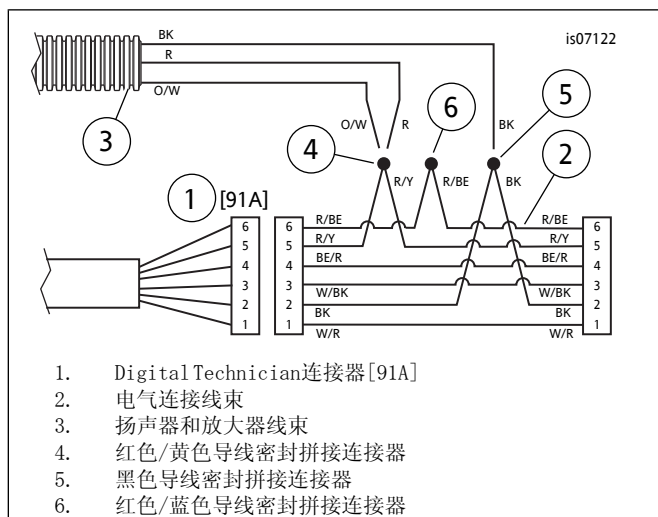

图4。布线图：扬声器/放大器线束至电气连接线束
- 参见图4。在座椅下方找到Digital Technician连接器[91A]（项目1，灰色六路Deutsch连接器，带有橡胶套）。将电气连接线束（2）置于Digital Technician连接器处，但此时不要连接。
- 参见维修手册了解有关密封拼接连接的详细说明。如果线束（零件编号69200722）之前已经拼接，剪断已有拼接。参见图4了解多个导线拼接配置。如果线束（零件编号69200722）在之前安装时已经拼接，确保已经从车辆连接器[4]上断开8路Molex连接器。